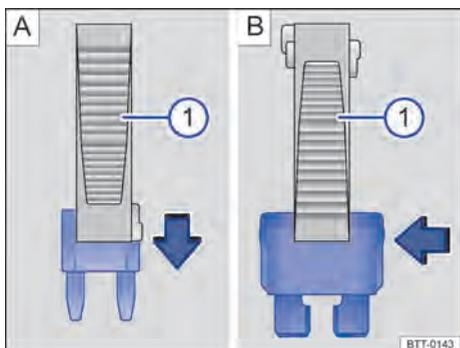

Fig. 156 Remover ou instalar um fusível usando a garra da pinça de plástico .
- Se necessário, retirar a pinça de plástico da cobertura da caixa de fusíveis → Fig. 156 .
- Em caso de *fusíveis pequenos*, encaixar a garra  por cima → Fig. 156 .
- Em caso de *fusíveis maiores*, empurrar a garra  lateralmente sobre o fusível → Fig. 156 .